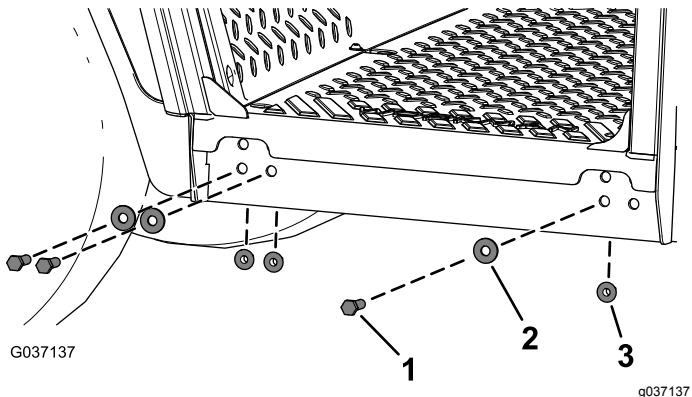

Figura 12
- Prenda as laterais da estrutura da cabina utilizando os seis parafusos de cabeça sextavada ($\frac{3}{8}$ pol. x $1\frac{1}{4}$ pol.), seis anilhas ($\frac{3}{8}$ "') e seis porcas flangeadas ($\frac{3}{8}$ "') como se mostra na Figura 12.